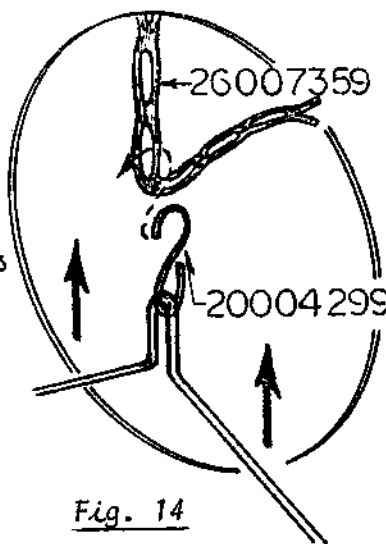

Fig. 14
2) Relever légèrement le cadre à lames pour pouvoir accrocher ce dernier dans la loupe choisie auparavant. Procéder comme illustré à la figure 14.
2) Raise lightly the harness frame to connect this one to the appropriate loop before. Make as illustrated on figure 14.